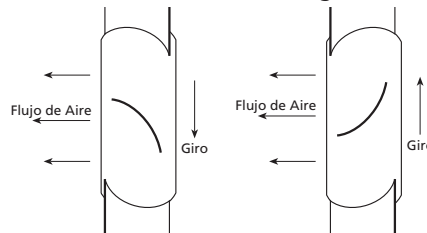

Figura 4 — Calcomanía de Giro
- a. El giro debe ser en la misma dirección que indica la calcomanía de giro que se encuentra en la unidad o como se muestra en la Figura 4.